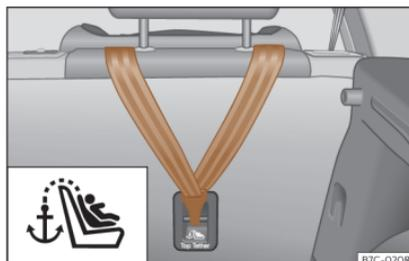

Fig. 28 Arrière des banquettes arrière : œillets de retenue pour la ceinture Top Tether.
- Faites glisser la sangle et fixez-la correctement à l'aide de l'ancrage derrière le dossier » » fig. 28.